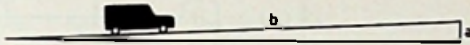

Fig. 6
- 2 Een auto (massa met inzittenden 2000 kg) staat stil op een hellende weg (helling $a : b = 1 : 20$) en start tegen de helling op (zie fig. 6). Na 10 seconden heeft de auto een snelheid van 72 km/uur bereikt en heeft dan langs de weg 120 m afgelegd.